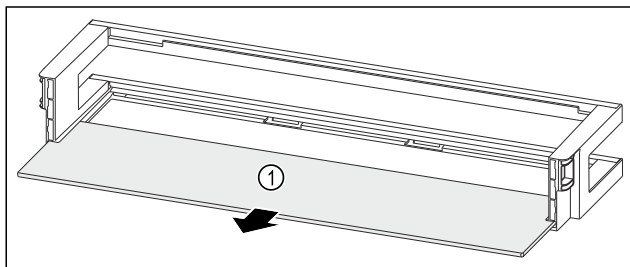

Fig. 185 Dveřní přihrádka s odkládací plochou
- Odkládací plochu Fig. 185 (1) odeberte.